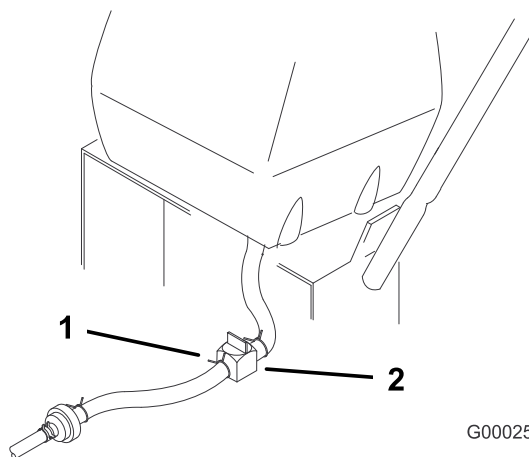

Figura 31
2. Chiudete la valvola d'intercettazione del carburante sul serbatoio del carburante (Figura 31).
3. Premete le estremità della fascetta stringitubo e sfilatela dal tubo del carburante lontano dal serbatoio (Figura 31).
4. Togliete i tubi del carburante dal filtro del carburante (Figura 31). Aprite la valvola d'intercettazione del carburante e lasciate fuoriuscire la benzina in una tanica o bacinella di spurgo.
3. Chiudete la valvola di intercettazione sul serbatoio del carburante (Figura 31).
7. Aprite la valvola di intercettazione sul serbatoio del carburante (Figura 31).